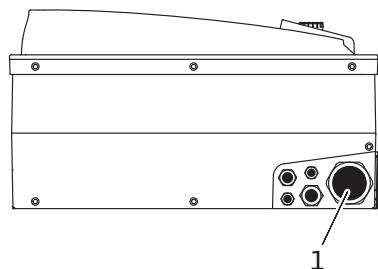

Fig. 22: Kabelschroefverbinding M40
- De netaansluiteleiding moet door de kabelschoefverbinding M40 (Fig. 22, pos. 1) worden geleid.